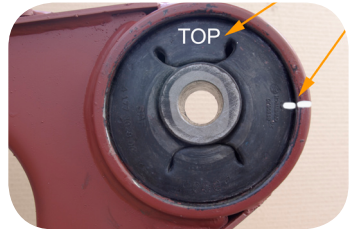

Abb. 17 · Überprüfung der Einbaulage
12. Richtigen Sitz der neuen 3D-Buchse prüfen. Die Markierung „TOP“ (hier weiß dargestellt) muss oben stehen, und die Markierung der neuen 3D-Buchse muss mit der Markierung des Funktionslenkerauges fluchten (Abb. 17). Falls die 3D-Buchse verkantet eingebaut ist, muss sie komplett aus- und wieder neu eingebaut werden.